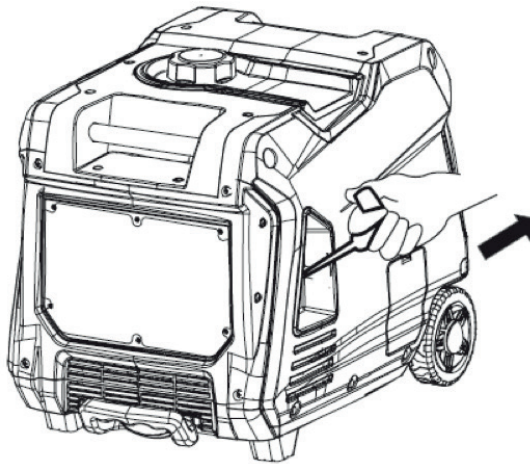

Figura 9: Tire la Manilla de Retroceso hacia afuera del Inversor
- 6.Agarre firmemente y tire la manilla de retroceso lentamente hasta que sienta una resistencia creciente. En este punto, tire rápidamente desde el inversor (ver Figura 9).